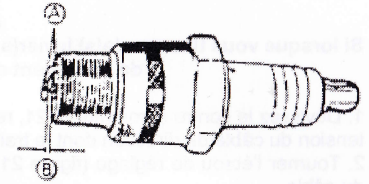

Figure 19
5. Après avoir passé du papier abrasif sur les électrodes, réglez l'écartement en tordant l'électrode de masse (figure 19, repère A) avec une pince jusqu'à obtenir 0,6 à 0,7 mm entre les 2 électrodes (figure 19, repère B).